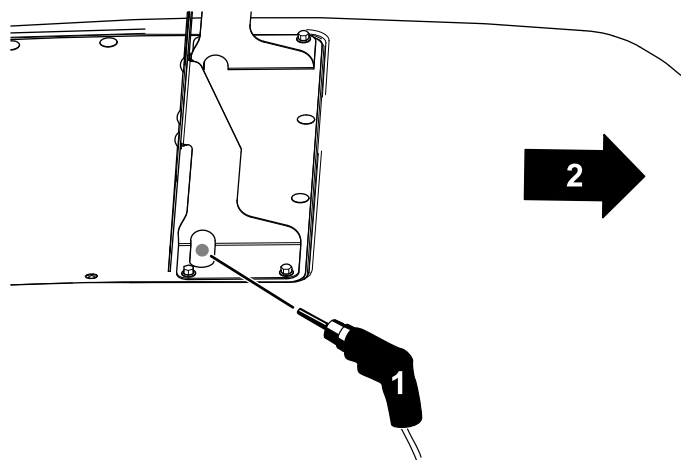

Figura 31
11. Faça um furo ($\frac{1}{2}$ pol.) através do filtro do capot para encaminhar a cablagem (Figura 31).